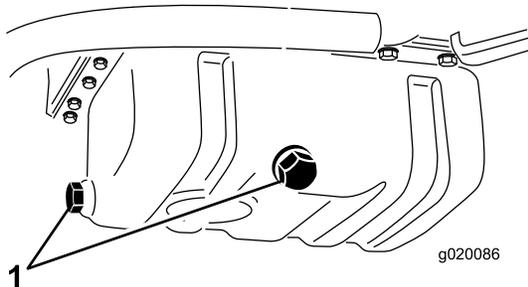

Figura 51
2. Retire o tampão de escoamento (Figura 51) e deixe o óleo escorrer para um recipiente adequado. Quando o óleo parar, volte a montar o tampão de escoamento.